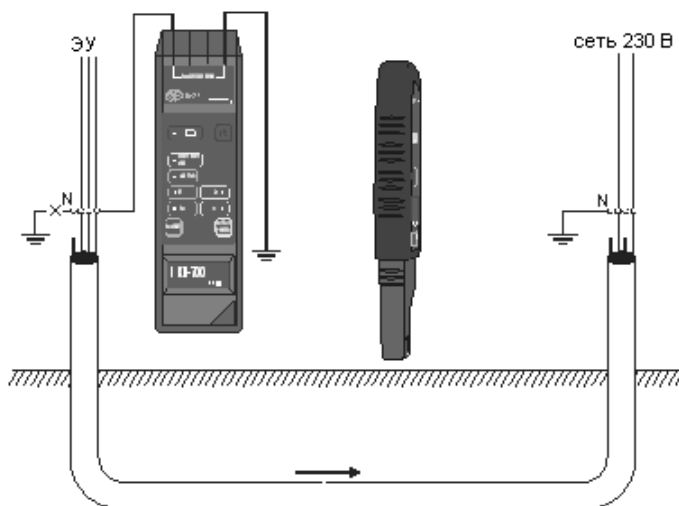

Рис.14 Поиск кабеля в земле – заземление объекта отключено, режим работы «ток» „M”
- Подключить одно из гнезд **1**, **2** генератора к заземлителю (например, в виде зонда, забитого в землю), как можно дальше от щита, а второе - с фазным проводником кабеля (Рис.14);